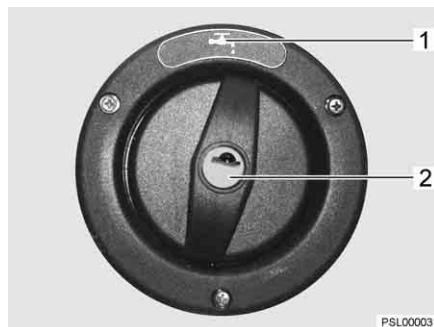

Fig. 49 Couvercle de fermeture pour bec de remplissage d'eau potable
- ▷ Le bec de remplissage d'eau potable est désigné par le symbole "☕" (Fig. 49,1).
- Insérer la clé dans le barillet (Fig. 49,2) et la tourner dans le sens inverse des aiguilles d'une montre.